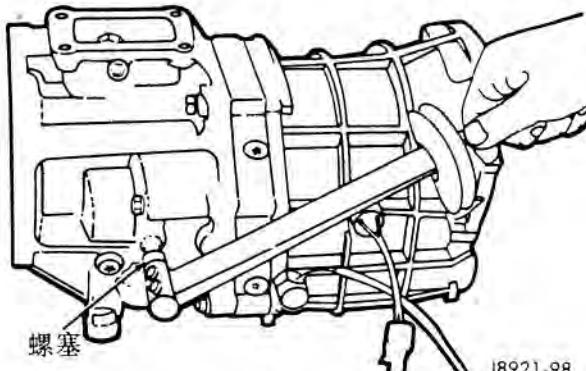

图 98 安装锁球螺塞
(10) 在换档杆室上安装锁球和弹簧。在锁球螺塞上涂密封剂并安装螺塞 (图 98)。用 19 牛顿米 (14 磅英尺) 的扭矩紧固螺塞。